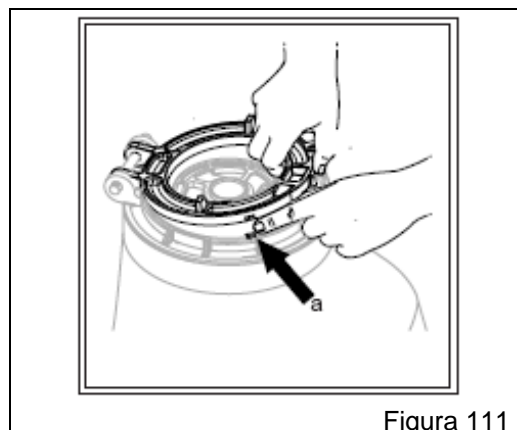

Figura 111
- g) Coloque o calço do disco, posicionando os chanfros com a base do disco "A" (Figura 111). Feche a base apertando o parafuso borboleta, gire o disco manualmente para certificar que o mesmo esta girando livremente, monte o conjunto na unidade semeadora.